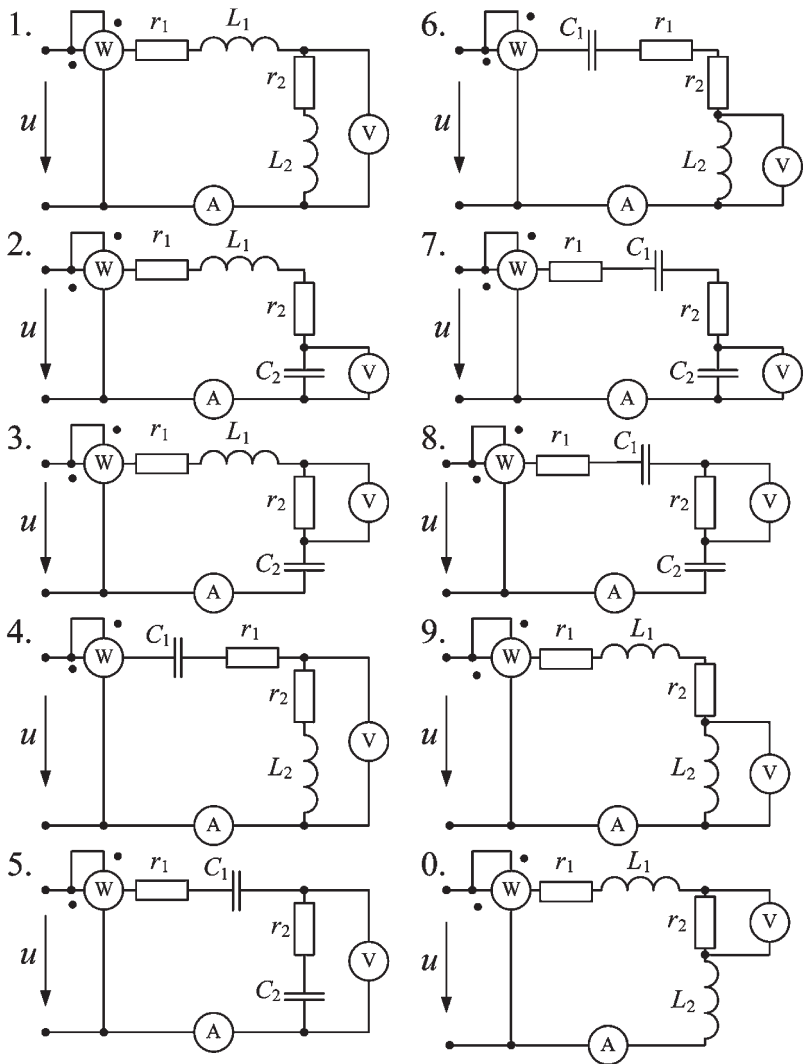

Рис. 3 (выбор схемы по последней цифре учебного шифра студента)
Напряжение на зажимах цепи, вариант которой соответствует последней цифре учебного шифра студента и изображенной на рис. 3, изменяется по закону $u = U_m \sin \omega t$. Амплитудное значение напряжения U_m , значения активных сопротивлений r_1 и r_2 , индуктивностей катушек L_1 и L_2 , емкостей конденсаторов C_1 и C_2 приведены в табл. 3.
1. Определить показания приборов, указанных на схеме рис. 3.
Параметры цепи (рис. 3)	Предпоследняя цифра учебного шифра студента
Примечание. Из табл. 3 записываются данные только тех параметров, которые обозначены на выбранной схеме (см. рис. 3).
Амперметр и **вольтметр**, включенные в цепь на рис. 3, измеряют действующие значения тока в цепи и напряжения на элементах (или соответствующем участке цепи), их показания определяют по закону Ома. **Ваттметр**, включенный так, как показано на рис. 3, измеряет активную мощность цепи: